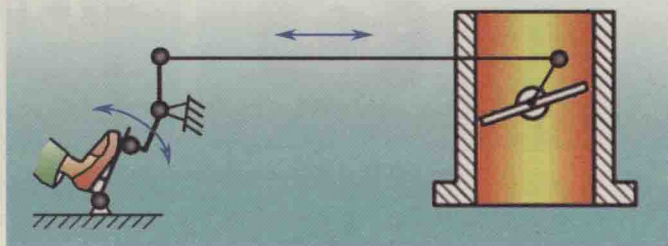

图1-7 加速踏板的作用
(1) 加速踏板的作用 加速踏板用于控制进入发动机气缸可燃混合气的数量, 从而改变发动机的转速和输出功率。汽车行驶需要动力, 动力来自于发动机, 如图1-7所示, 加速踏板通过传力机件与节气门相连, 当加速踏板的位置改变时, 节气门的开度也发生了变化, 加速踏板踩下得多, 节气门的开度就大, 进入发动机气缸的混合气数量就多, 发动机的转速就高。